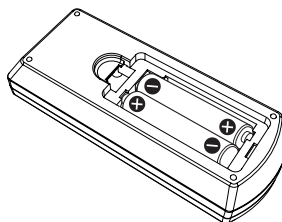

Figura 2
- 2) Introduzca las pilas y cierre la tapa (introduzca primero el lado). (Figura 2)